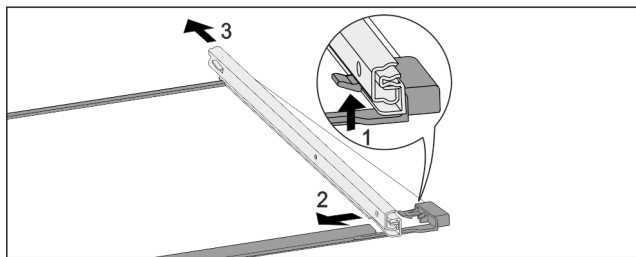

Fig. 77 Стекла́нная пластина с направляющими
- ▶ Отожмите передний стопорный крючок вверх. Fig. 77 (1)
- ▶ Сдвиньте выдвижную направляющую в сторону Fig. 77 (2) и назад Fig. 77 (3).